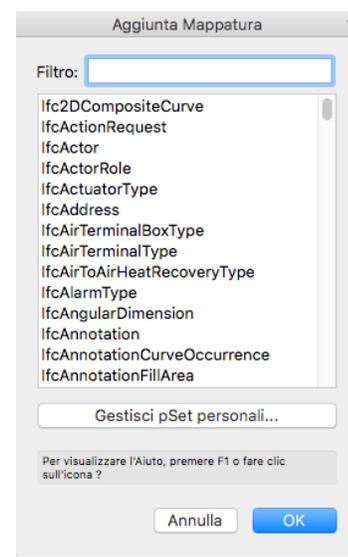

FIGURA 18
2. Fare clic sul bottone **Aggiungi** per aprire il dialogo **Aggiunta Mappatura (FIGURA 18)**.